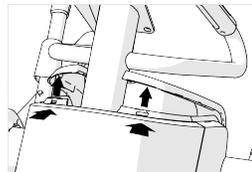

Abbildung 10
2. Stecken Sie einen Finger durch die Dichtungsöffnung und unter die Vorderkante der oberen Abdeckung. Während Sie die obere Abdeckung nach oben drücken, klopfen Sie mit dem Handballen unter die Vorderkante der Abdeckung und lösen Sie sie (Abbildung 10). Wiederholen Sie diesen Schritt, um die andere Seite der oberen Abdeckung loszulösen.